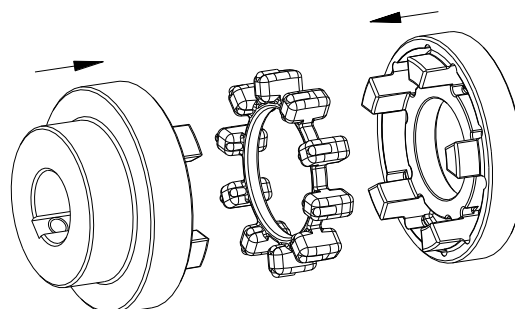

図 31: ハブ, エラストマーリング, ドライブフランジの組立て
- ハブ, エラストマーリング, ドライビングフランジを組立てて下さい。(図 31 をご参照)